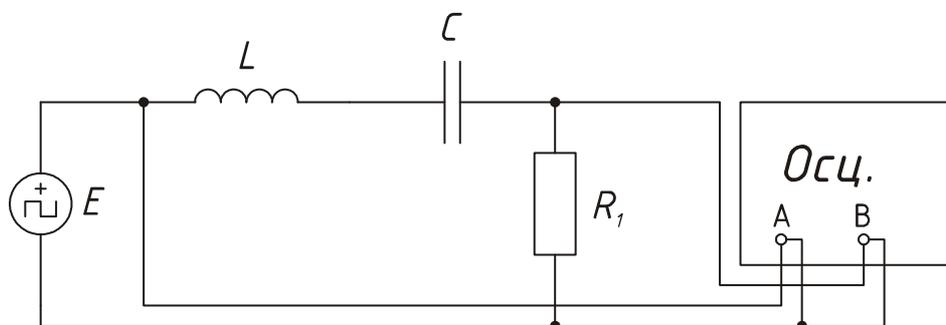

Рис. 7.1.
2. Исследовать параметры колебательного режима переходного процесса в последовательной RLC–цепи. Для этого нужно собрать схему рис.7.1 Выбрать $R=500$ Ом, Установить напряжение генератора $E=2$ В, частоту 500 Гц и заполнение 50%.
6. В схеме рис.7.1 поменяйте местами R и L и снимите осциллограммы $E(t)$ и $U_L(t)$ при $R = 500$ Ом и $R=10000$ Ом.
7. В схеме рис.7.1 поменяйте местами R и C и снимите осциллограммы $E(t)$ и $U_C(t)$ при $R = 500$ Ом и $R=10000$ Ом.